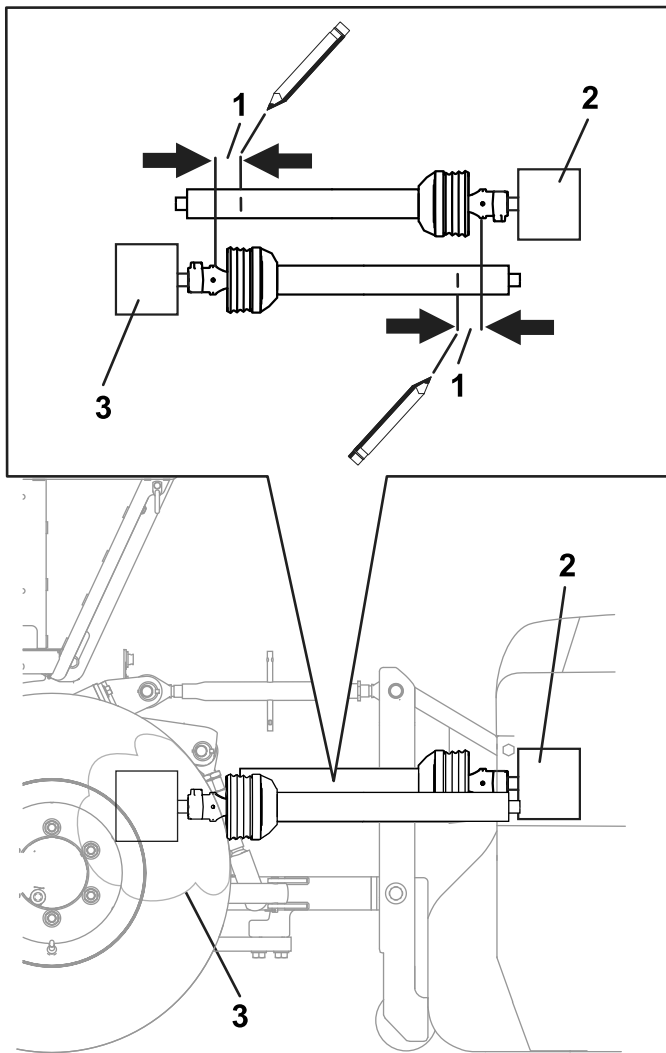

Figura 13
5. Mantenga las secciones del árbol de transmisión en paralelo para determinar si están demasiado largos (Figura 13).
Nota: Cada sección del árbol de transmisión debe estar a 76 mm (3") de la junta cardán (Figura 13).
6. Si las secciones del árbol de transmisión son demasiado largas, haga una marca a 76 mm (3") de la junta cardán de cada sección (Figura 13).